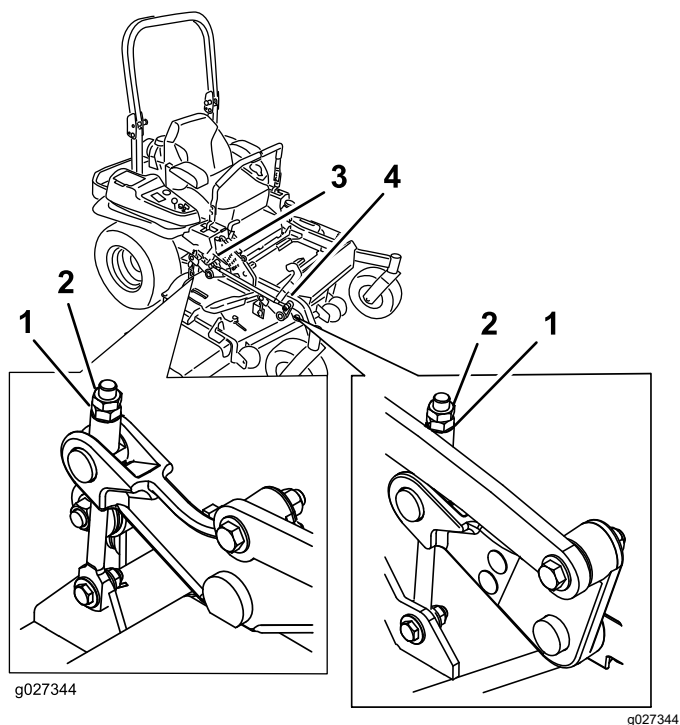

Figura 114
10. Mettete a punto il dado di regolazione sul gruppo di sollevamento del piatto di taglio anteriore ruotandolo (Figura 114).
16. Mettete a punto la vite di regolazione ruotando fino a un'altezza di 8,3 cm (vedere Figura 114).